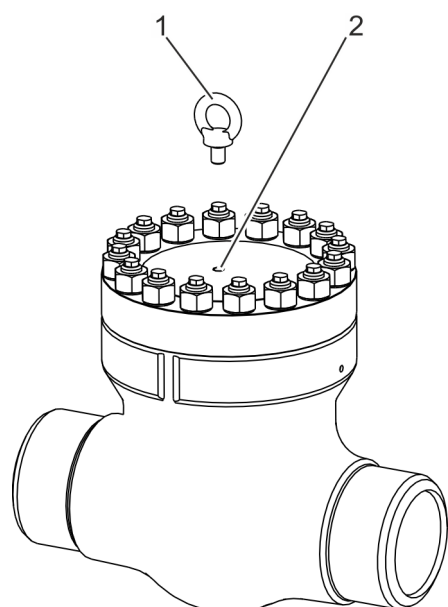

Fig. 12: Montage des vis à anneau
1. ➤ Visser la vis à anneau fournie (Voir la Fig. 12/1) dans l'ouverture fileté (Voir la Fig. 12/2) du couvercle du bâti.
2. ➤ S'assurer que le filetage de l'anneau de levage (Voir la Fig. 12/1) est complètement vissé dans le couvercle du bâti.
3. ➤ Fixer la vis à anneau (Voir la Fig. 12/1) au dispositif de levage avec des élingues appropriées.